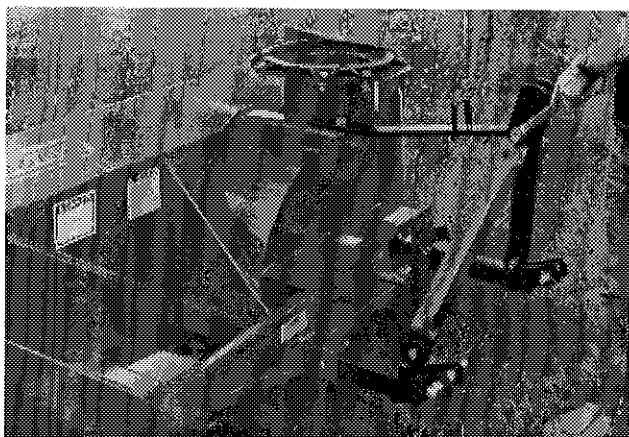

Figure 16
- 2) Assemblez le 3-points selon le modèle de votre souffleuse (voir section 10 pour le détail des pièces). Notez qu'il y a plusieurs trous d'ajustement possibles. Utilisez celui qui convient le mieux selon le tracteur que vous employez (Fig. 16).